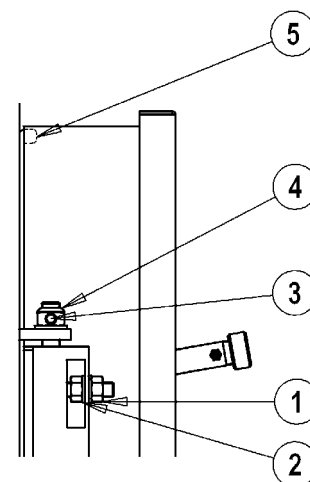

fig. 9
5.6.1 Para modelos MEGAPREX 92N+600N (Fig. 9)